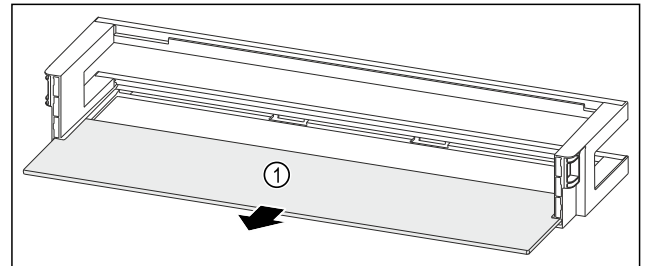

Fig. 235 Balconcino controporta con ripiano
- Rimuovere il ripiano Fig. 235 (1).